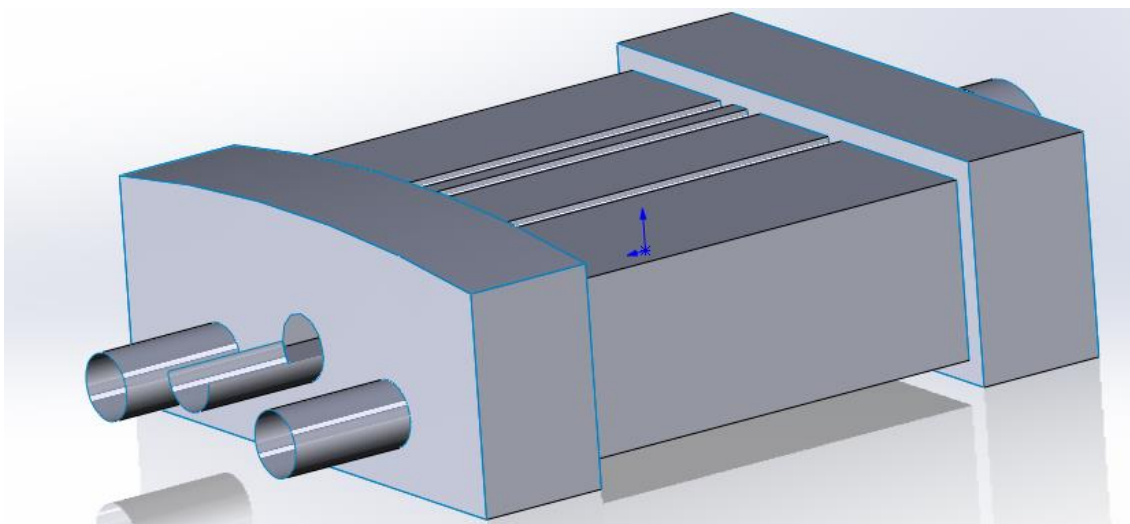

Рис. 24. Удаление грани
25. Удаляем верхнюю часть цилиндрической поверхности при помощи инструмента *Удалить грань* . Выделяем необходимую грань и нажимаем галочку в верхней части панели  (рис. 24).